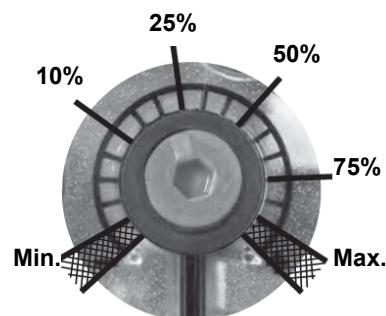

Fig. 12
- 3 выпустить воздух со штуцера (**M**) манометра насоса (Рис. 12), расслабив слегка заглушку, но не снимая ее; затем отпустить контактор;